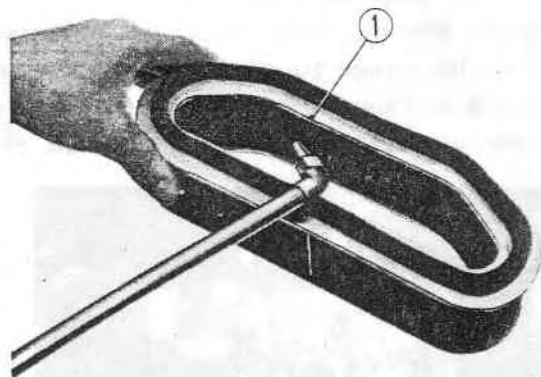

Fig. 19-9 ① Élément filtrant
- (1) Déposer le carénage gauche et enlever le boîtier inférieur de filtre à air en dévissant les écrous à oreilles.
- (2) Enlever l'élément filtrant; taper le doucement pour faire tomber la poussière; la poussière qui adhère au filtre sera retiré de l'extérieur avec une brosse souple ou soufflé de l'intérieur avec un jet d'air comprimé. (Fig. 19-9)
- (3) Remonter le boîtier inférieur de filtre à air.